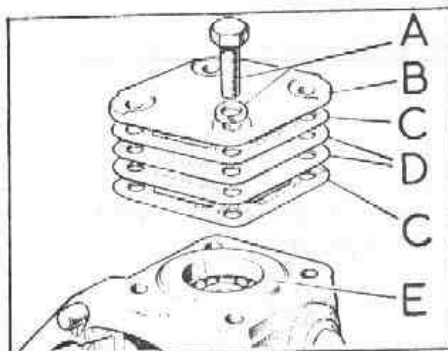

Fig. G-43 Tapa inferior de la caja de dirección
- 3.10. Aplicar Loctite a los agujeros roscados de la caja, correspondiente a los tornillos, A (Fig. G-43), de la tapa, B, y colocar ésta en unión de los suplementos, D, y junta, C. Téngase en cuenta que debe situarse una junta de papel a cada lado de los del conjunto de suplementos.